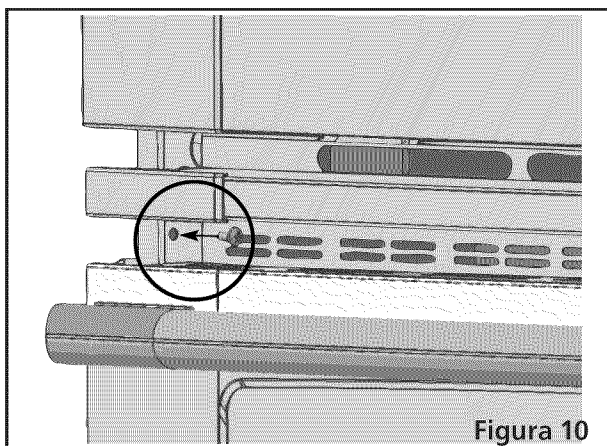

Figura 10
A. Los barrenos en las molduras laterales pueden ser usadas como guía para localizar los tornillos de montaje de la unidad (figura 10).